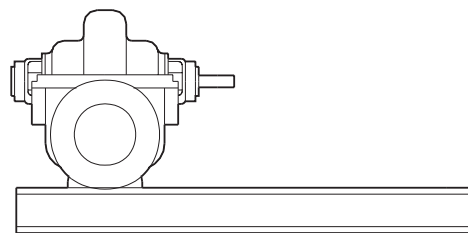
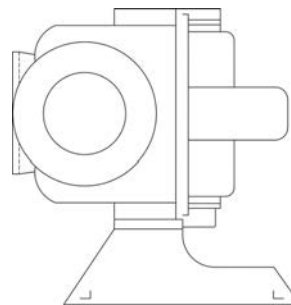

Рис. 6 Горизонтальный насос со свободным концом вала и рамой-основанием
Рис. 7 Вертикальный насос со свободным концом вала и рамой-основанием
2. Насос со свободным концом с рамой-основанием (см. рис. 6 и рис. 7).